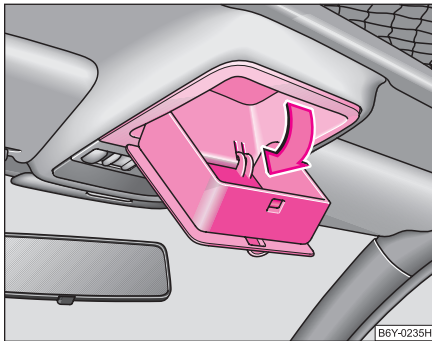

Abb. 188 Ausschnitt aus dem Dachhimmel: Aufklappbares Ablagefach
- Ziehen Sie den Deckel in Pfeilrichtung ⇒ Abb. 188, das Ablagefach klappt auf.